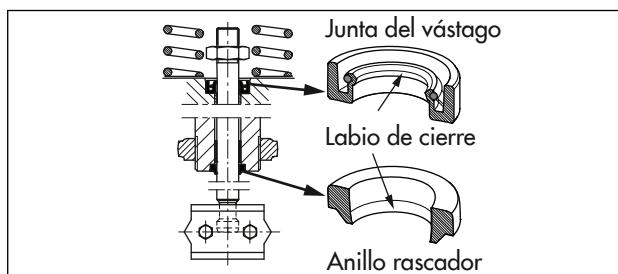

Fig. 19: Colocación de la junta del vástago y del anillo rascador
6. Montar la junta del vástago con una herramienta adecuada. Al hacerlo prestar atención a la correcta colocación de la junta del vástago, ver Fig. 19.